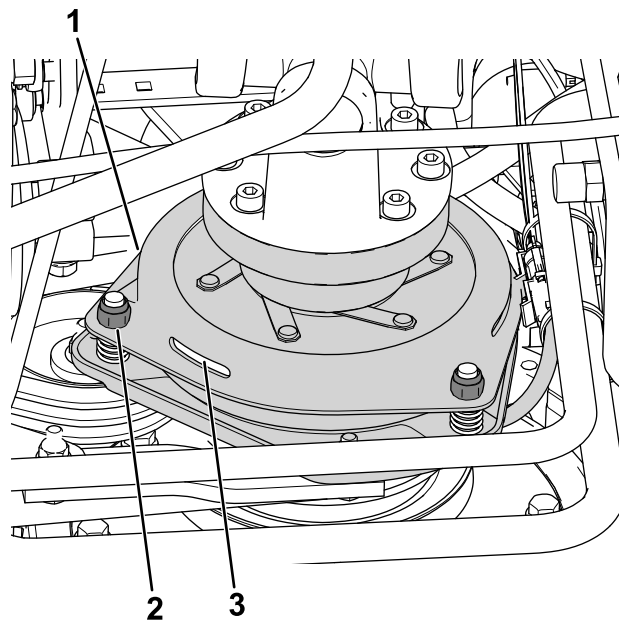

Рисунок 80
- Отрегулируйте зазор так, чтобы толщиномер на 0,3 мм мог проходить между накладкой муфты и фрикционной пластиной с легким усилием (Рисунок 80).
**Примечание:** Этот зазор можно уменьшить, поворачивая регулировочные гайки по часовой стрелке (Рисунок 80). Максимальный рабочий зазор составляет 0,6 мм. Отрегулируйте все 3 воздушных зазора так, чтобы они составляли 0,4 мм.